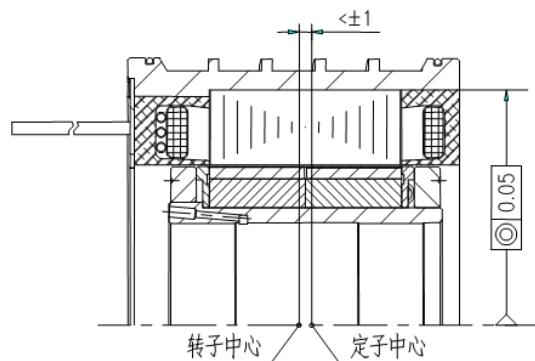

图 6-1-1 电动机定转子相对位置精度示意图
- 7) 为了使电动机能正常工作, 如图 6-1-1 所示, 需保证: